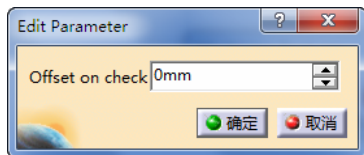

图 5-127 定义检查余量 (8)
● 定义检查余量 (8)。双击“Offset on part”，弹出“Edit Parameter”对话框，可设置余量大小为“0mm”，如图 5-127 所示。